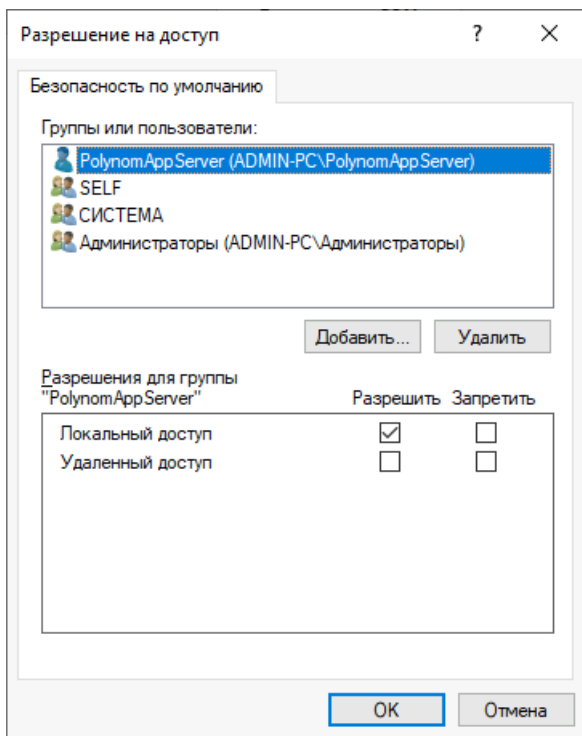

Рис. 4.42
8. Предоставьте добавленной учетной записи локальный доступ (рис. 4.42).